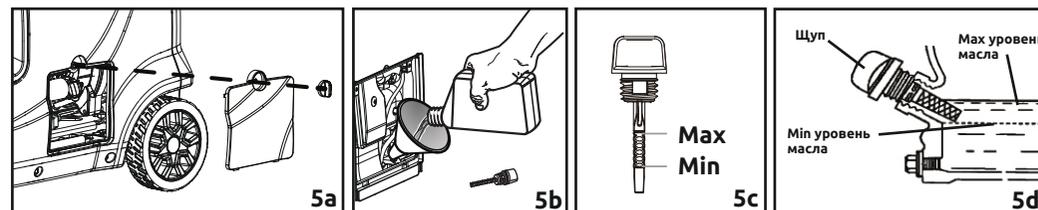

Рисунок 5 - Уровень масла
- Откройте панель для доступа к узлам двигателя (рис. 5а).
- Постепенно заливайте масло в отверстие, периодически проверяя его уровень (рис.5б). Уровень масла будет достаточным, когда он дойдет до резьбы на горловине картера (рис.5д).
- Закройте панель (рис. 5а).